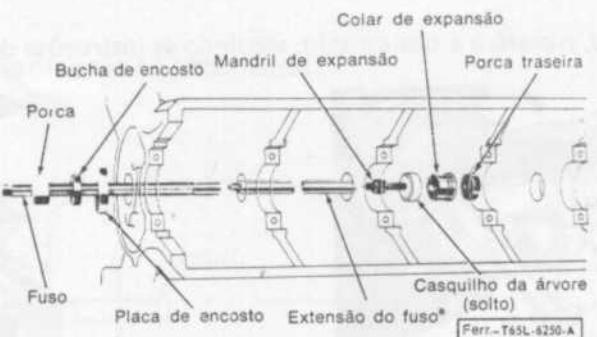

fig.10
- Retirar o tampão do orifício do mancal traseiro da árvore de comando das válvulas. Retirar os casquilhos (fig. 10)
- Montar o fuso do extrator e extensão (se necessário), conforme mostrado na fig. 10 e instalá-los no mandril de expansão. Enrolar um pano na rosca do fuso, para proteger os mancais dianteiros. Apertar a porca do fuso contra a luva de encosto e placa do extrator, para retirar o casquinho. Segurar, com uma chave, a extremidade do fuso, para evitar que ele gire.
- Posicionar o casquinho novo no alojamento com os orifícios de lubrificação alinhados. Introduzir o casquinho no alojamento, utilizando a ferramenta mostrada na fig. 10. A placa do extrator e a porca do fuso devem estar centralizadas, para evitar danos ao casquinho. Repetir o procedimento para cada casquinho. Certificar-se de que o casquinho dianteiro está instalado à distância especificada da face frontal do bloco (fig. 11).